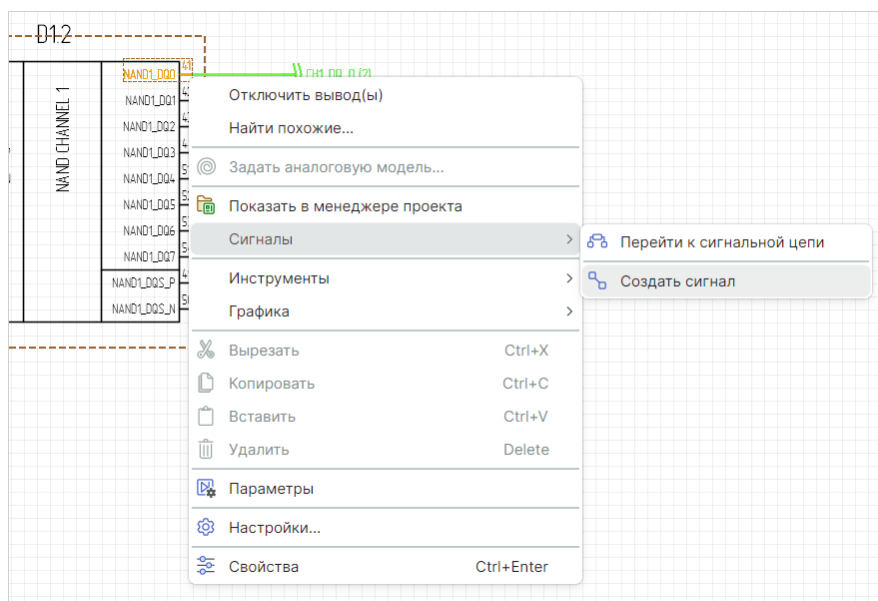

Рис. 160 Переход к созданию сигнала
2. Из контекстного меню выберите «Сигналы» → «Создать сигнал», см. Рис. 160.
Примечание! Для создания новой сигнальной цепи на электрической схеме воспользуйтесь командой контекстного меню «Сигналы» → «Создать сигнальную цепь» для выбранного проводника/контакта, см. Рис. 160.